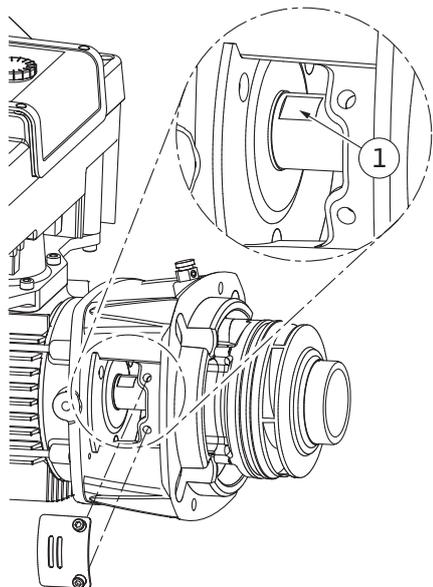

Fig. 106: Plochy klíče na hřídele
14. Do okna lucerny zasuněte otevřený klíč, (velikost 22 mm) a držte hřídel na plochách klíče (Fig. 106, poz. 1). Vyšroubujte matici oběžného kola (Fig. I, poz. 22). Dojde k automatickému stažení oběžného kola (Fig. I, poz. 21) z hřídele.
3. Do okna lucerny zasuňte otevřený klíč, (velikost 22 mm) a držte hřídel na plochách klíče (Fig. 106, poz. 1).
10. Do okna lucerny (Fig. IV, poz. 38) zasuňte otevřený klíč, (velikost 32 mm) a držte hřídel na plochách klíče (Fig. 106, poz. 1). Namontujte oběžné kolo s podložkou/podložkami a maticí. Matici dotáhněte. Zabraňte poškozením mechanické ucpávky vzpříčením.